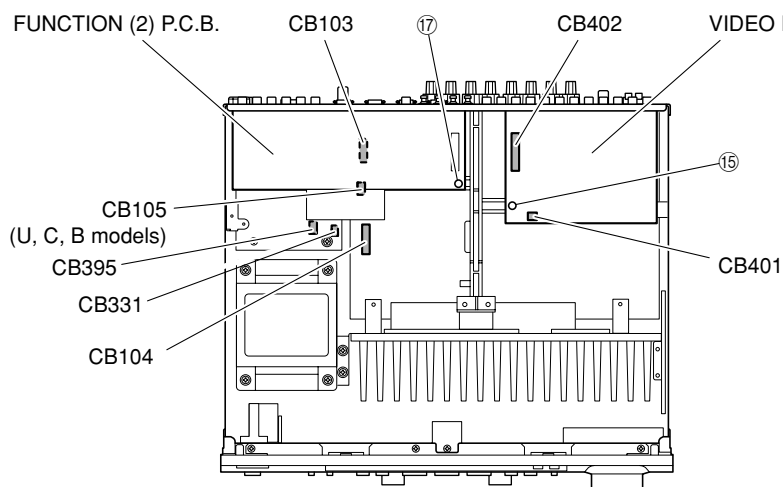

Fig. 3
- a. Remove 1 push rivet (⑮). (Fig. 3)
- c. Remove CB401 and CB402. (Fig. 3)
- d. Remove the VIDEO P.C.B.. (Fig. 3)
- a. ⑮のプッシュリベット1本を外します。(Fig. 3)
- c. CB401、CB402を外します。(Fig. 3)
- d. VIDEO P.C.B.を取り外します。(Fig. 3)
9. Removal of FUNCTION (2) P.C.B.
- Remove 1 push rivet (17). (Fig. 3)
- Remove the FUNCTION (2) P.C.B.. (Fig. 3)
- 17のプッシュリベット1本を外します。(Fig. 3)
- FUNCTION(2)P.C.B.を取り外します。(Fig. 3)